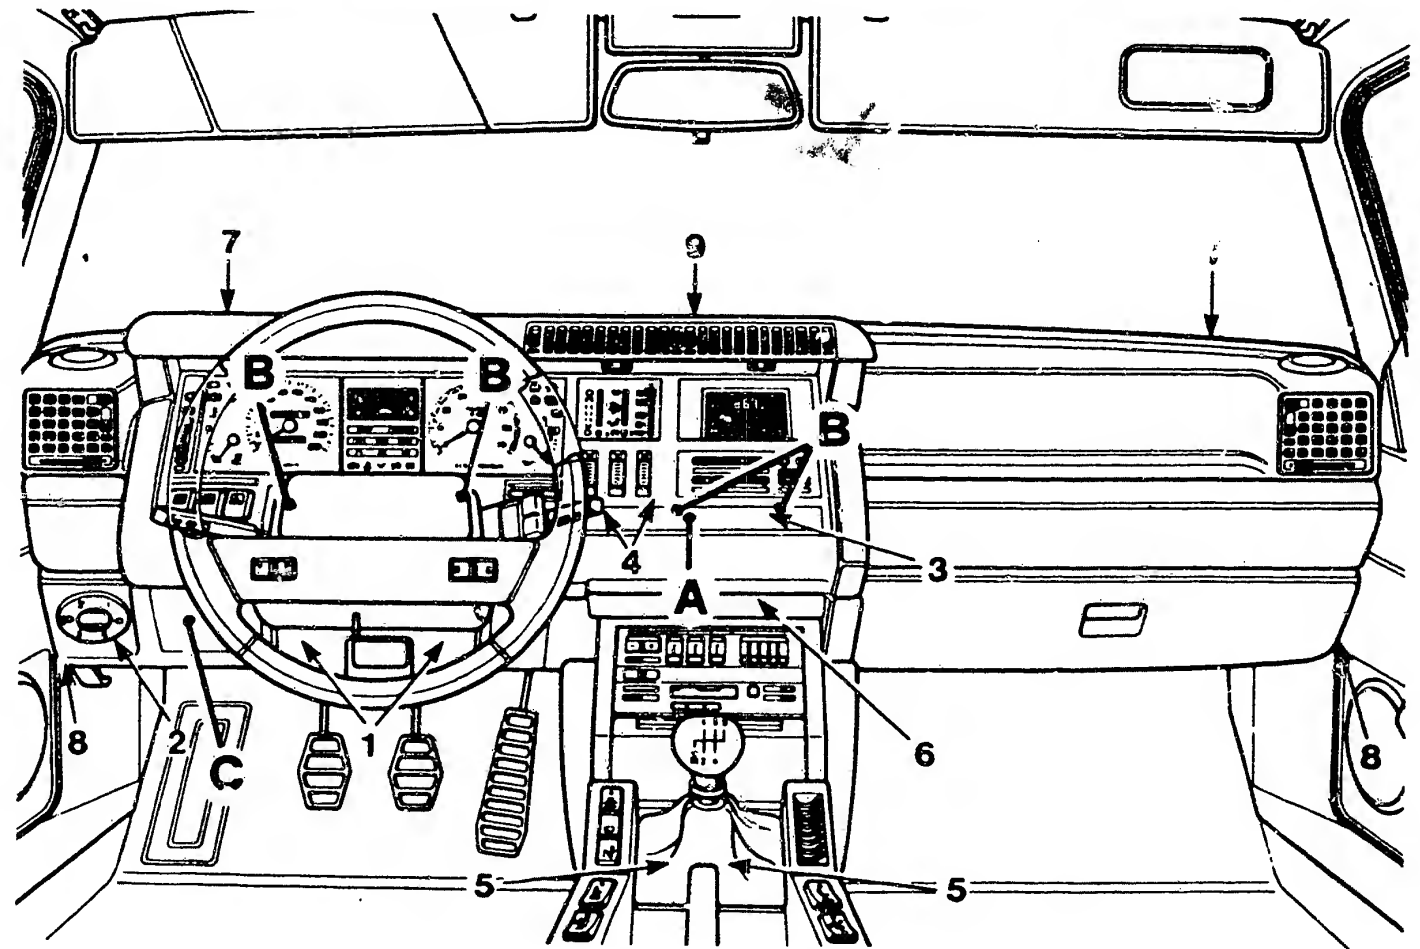

Bild 70 Die Buchstaben A, B, C zeigen den Ausbau des Kombi-Instrumentes und die Zahlen 1 ... 9 die Ausbau-Reihenfolge des ganzen Armaturenbrettes.
Für den Ausbau des Kombi-Instrumentes müssen das Lenkrad und die beiden Verschaltungen ausgebaut werden. Dann sind die Zierblende (A in Bild 70) abzunehmen, die vier Schrauben (B) zu lösen und das Ablagefach oder der Lautsprecher des Sprachsynthesizers (C) auszubauen. Das Kombiinstrument wird zuerst unten ausgefahren
Das elektronische Steuergerät ist unter dem Armaturenbrett, auf der Beifahrerseite oberhalb des Handschuhfachs befestigt. Die Warnungen, Vorwarnungen und Hinweise erfolgen über eine optische Anzeige (LCD) im Armaturenbrett und über den Lautsprecher des Sprachsynthesizers (C in Bild 70). Die Geber zeigen einen Fehler an, sobald sie an Masse geschlossen sind. Der Ausfall des Standlichts sowie der Bremsleuchten wird mit dem DEFIL-Gerät überwacht, das neben dem Sprachsynthesizer sitzt und die Informationen an diesen weitergibt.